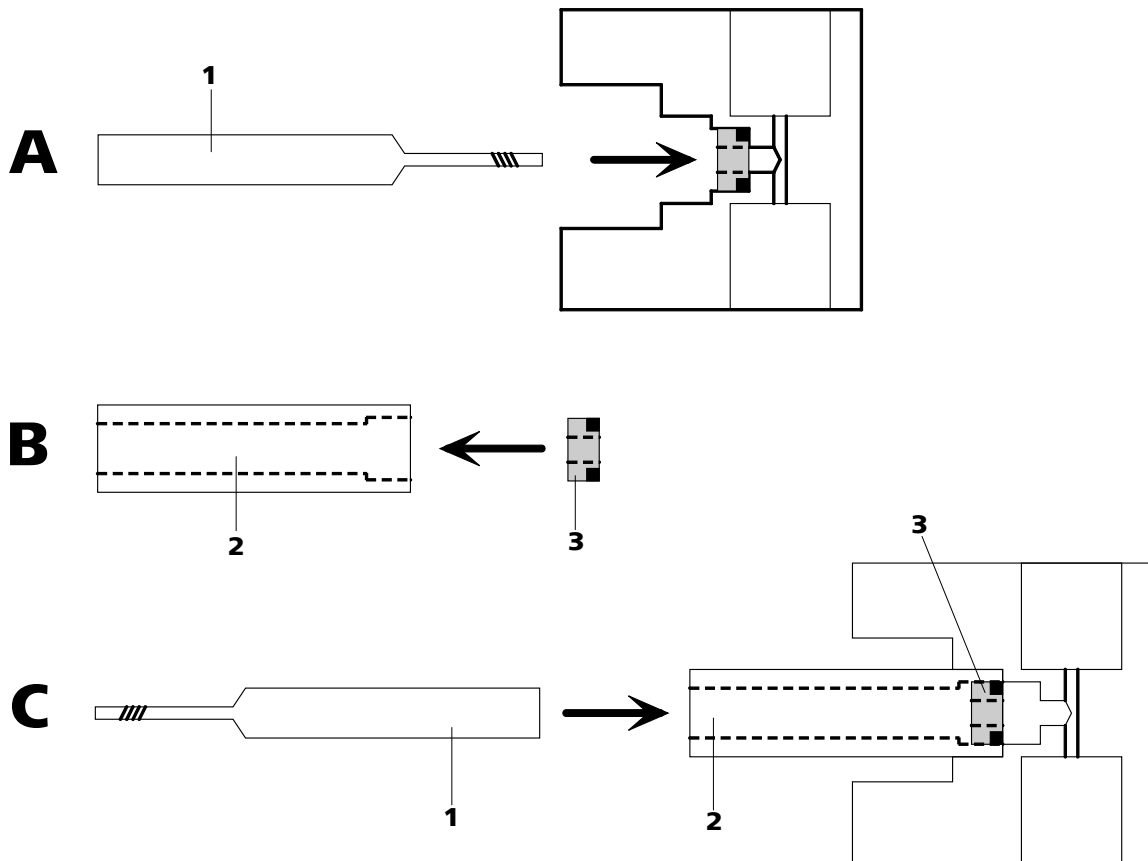

Figura 36 Trocar o selo da bomba
- Parafusar a ferramenta especial (36-1) com o lado mais estreito do selo da bomba e retirá-lo após este procedimento (*ver a figura 36, passo A*).
- Inserir o novo selo manualmente na cavidade da (36-2) ferramenta especial (*ver a figura 36, passo B*). A mola do selo deve encontrar-se na parte exterior.
- Inserir a ferramenta especial (36-2) junto com o selo da bomba na cabeça da bomba (14-4) e pressionar o selo com o auxílio da ferramenta especial (36-1) na cavidade da cabeça (*ver a figura 36, passo C*).